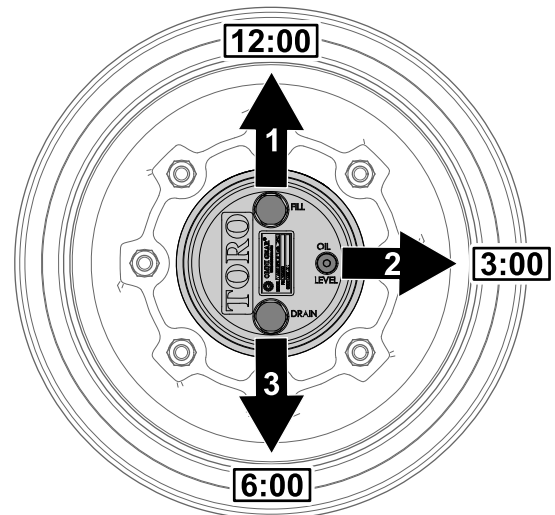

Bild 104
1. Parken Sie die Maschine auf einer ebenen Fläche und positionieren Sie das Rad so, dass die Füllschraube auf 12 Uhr, die Prüfschraube auf 3 Uhr und die Ablassschraube auf 6 Uhr steht (**Bild 104**).
2. Entfernen Sie die Prüfschraube, die auf 3 Uhr steht (**Bild 104**).
1. Parken Sie die Maschine auf einer ebenen Fläche und positionieren Sie das Rad so, dass die Füllschraube auf 12 Uhr, die Prüfschraube auf 3 Uhr und die Ablassschraube auf 6 Uhr steht, siehe Bild 104 in Prüfen des Ölstands im Planetengetriebe \(Seite 78\).